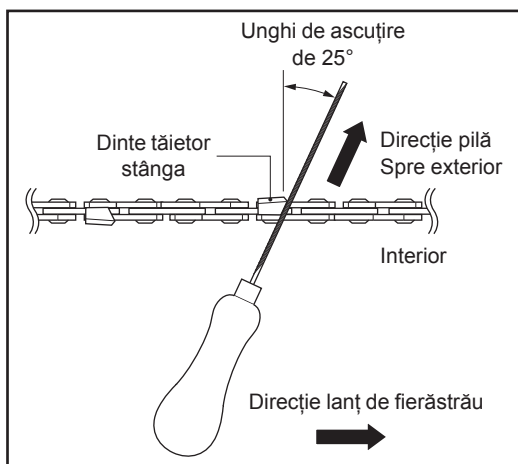

Fig. 48
5. Pilește la un unghi perpendicular pe lamă și la un unghi de 25° față de direcția de deplasare (fig. 48).